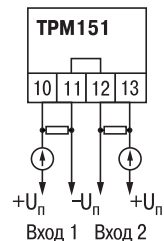

Рис. 16, а.
2. Активные датчики с выходным сигналом в виде тока ($0...5\text{ мА}$, $0...20\text{ мА}$ или $4...20\text{ мА}$), в том числе датчики положения токового типа, можно подключать к прибору только после установки внешнего шунтирующего резистора (см. рис. Б.1b рис.16, а.). Резистор должен быть прецизионным (типа С2-29В, С5-25 и т. п., мощностью не менее $0,25\text{ Вт}$, сопротивлением $100\text{ Ом} \pm 0,1\%$) и высокостабильным во времени и по температуре (ТКС не хуже $25 \cdot 10^{-6}\text{ }1/^{\circ}\text{C}$).
3. Для питания нормирующих преобразователей необходим дополнительный источник постоянного напряжения U_n . На рис. 16 показаны схемы подключения датчиков с унифицированным выходным сигналом $4...20\text{ мА}$ к приборам по двухпроводной линии. Значение напряжения U_n указывается в технических характеристиках нормирующего преобразователя и, как правило, лежит в диапазоне $18...36\text{ В}$.